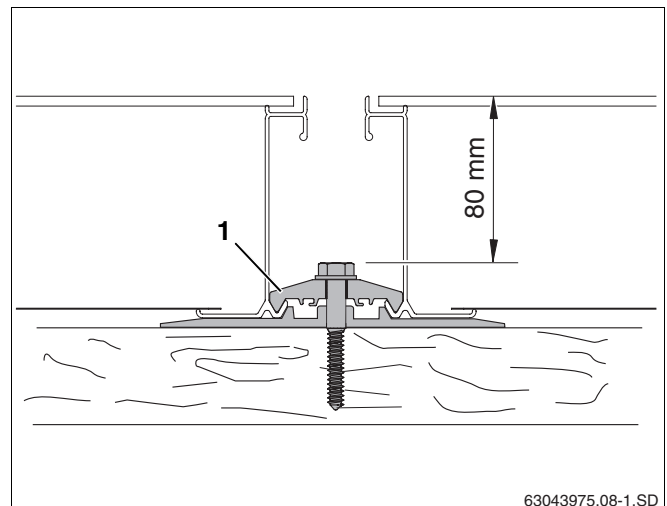

Fig. 29 Atornillar el elemento de sujeción bilateral
- ▶ Apriete el tornillo del elemento de sujeción bilateral (fig. 29, **pos. 1**). Utilice para ello una llave de tubo de tamaño 10 y de 80 mm de longitud como mínimo.